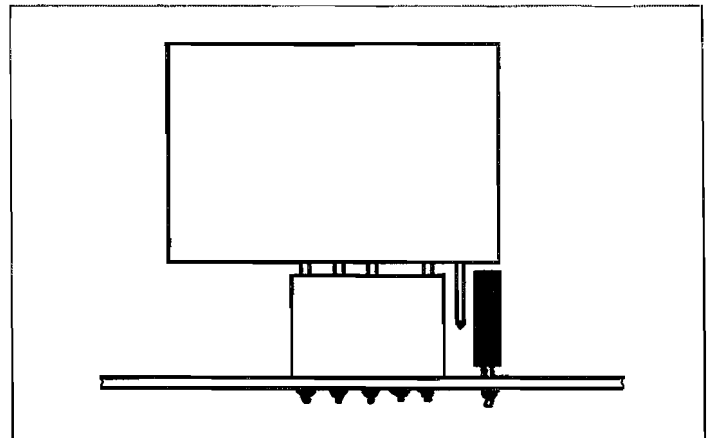

Fig. 3.5
- Der kleinere, sechspolige Print (1.179.183.21) des Kabelbundes wird in die fünfpoligen CIS-Buchse (Pos. B auf dem ARM ELECTRONIC PCB) so eingesteckt, dass einer der Anschluss-Stifte zwischen der CIS-Buchse und dem Kondensator frei bleibt (siehe Fig.3.5). Der Stecker, der vorher an diesem Platz war, wird in die Buchse auf dem kleineren Print 1.179.183.21 eingesteckt. (Auf richtige Codierung achten, in der Buchse muss ein Anschluss frei bleiben).